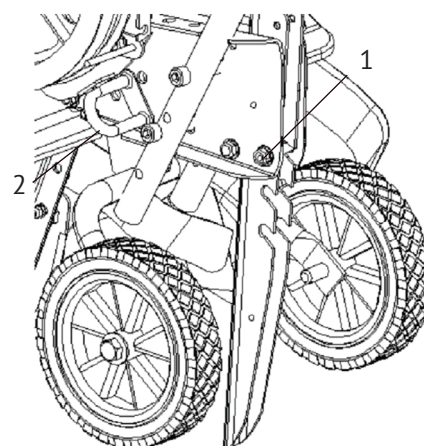

рис. 2
3.1 Сборка колёс - рис.2:
- зафиксировать его в выбранном положении (имеет 3 фиксированных положения) болтами (рис.2 поз.1);
На рис.2 показано положение опорного кронштейна с колёсами при транспортировке культиватора. В режиме вспашки необходимо вынуть рычаг фиксации (рис.2 поз.2), поднять кронштейн с колёсами и вставить рычаг фиксации в одно из 3-х отверстий (в зависимости от глубины вспашки).
- установить опорный кронштейн колёс в положение для транспортировки рис.2;